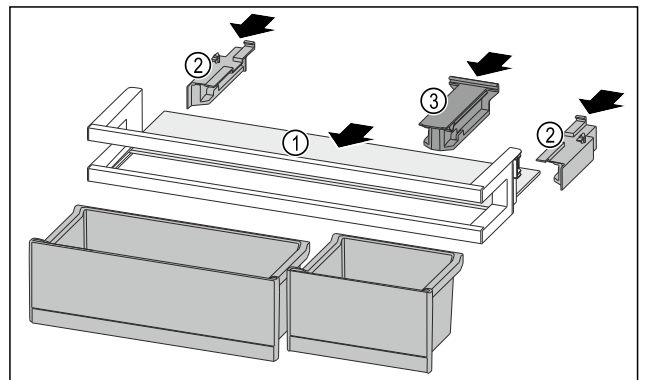

Fig. 95
- ▶ Odlagalno polico Fig. 95 (1) vstavite v stranske utore.
- ▶ Vstavite stranske dele Fig. 95 (2).
- ▶ Vstavite držalni del Fig. 95 (3).